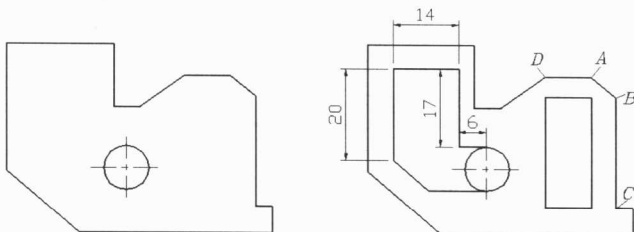

图1-14
**【练习1-14】：** 打开附盘文件“1-14.dwg”，利用平行捕捉功能“PAR”并结合建立临时追踪点“TT”的方法，将图 1-14 中的左图修改为右图。